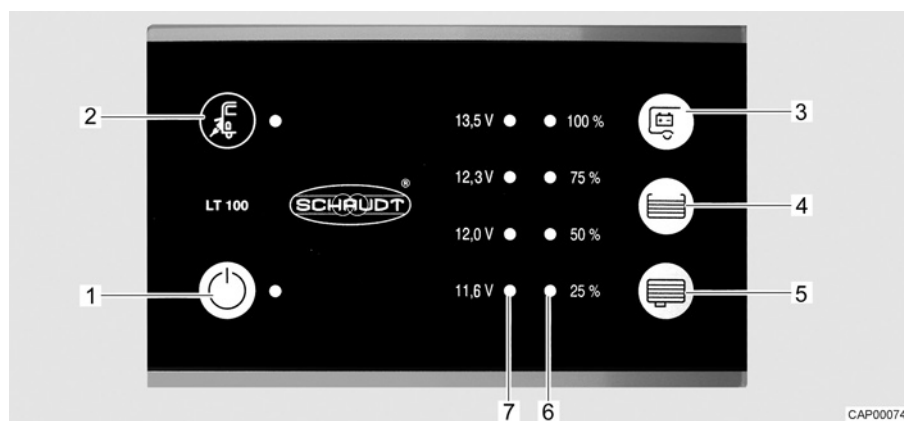

Bild 72 Panel (LT 100)
Den gula lysdioden lyser vid symbolen nätanslutning  (Bild 72,2) när fordonet är anslutet till en extern nätanslutning. Lysdioden lyser då också med avstängd panel.
Med huvudbrytaren 12 V (Bild 72,1) kopplas panelen och bodelens 12 V-försörjning till eller från.
- Tryck på knappen "⏻" (Bild 72,1): 12 V-försörjningen för bodelen är påslagen. Lysdioden lyser grönt.
- Tryck på knappen "⏻" (Bild 72,1) på nytt: 12 V-försörjningen för bodelen är avstängd. Lampan släcks.
Lysdiodskalan (Bild 72,7) visar batterispänningen för bodelsbatteriet enligt följande:
- Tryck ner knapp "⏻" (Bild 72,3): Bodelsbatteriets spänning visas.
Lysdiodskalan (Bild 72,6) visar fyllnivån i färskvattentanken eller avloppstanken.
- Tryck ner knapp "f" (Bild 72,4): Färskvattentankens fyllnadsnivå visas med hjälp av lysdiod.
- Tryck ner knapp "a" (Bild 72,5): Avloppstankens fyllnadsnivå visas med hjälp av lysdiod.